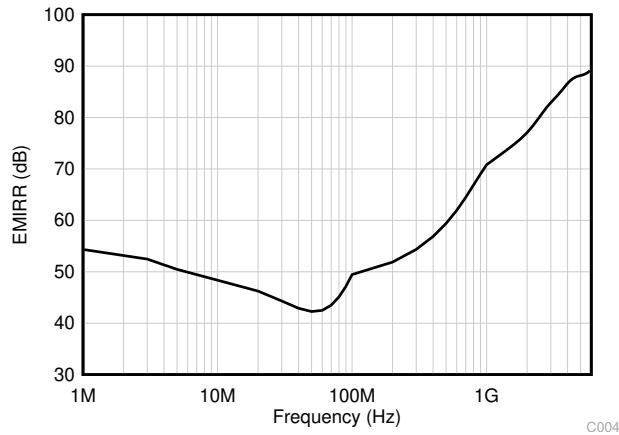

图 7-1. TLV910x EMIRR 测试
TLV910x 采用集成电磁干扰 (EMI) 滤波来减少无线通信设备、混合使用模拟信号链和数字元件的高密度电路板等干扰源产生的 EMI 效应。采用电路设计技术可改进 EMI 抗扰度；TLV910x 受益于这些设计改进措施。德州仪器 (TI) 已经开发出在 10MHz 至 6GHz 宽频谱范围内准确测量和量化运算放大器抗扰度的功能。图 7-1 显示了对 TLV910x 执行此测试的结果。表 7-1 显示了在实际应用中 TLV910x 在常见特定频率下的 EMIRR IN+ 值。表 7-1 列出了可在下图所示的特定频率或其近似频率下运行的应用。运算放大器的 EMI 抑制比应用报告详细说明了与运算放大器相关的 EMIRR 性能主题，该报告可通过 [www.ti.com](http://www.ti.com) 下载。